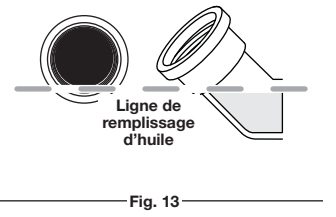

Fig. 13
- Inspectez le trou de remplissage d'huile (utilisez une lampe de poche si nécessaire). L'huile doit toucher le filet le plus profond (Fig. 13).
- Si le niveau d'huile ne touche pas le filet le plus profond du trou de remplissage d'huile, ajoutez un peu d'huile dans le trou de remplissage et contrôlez à nouveau (Fig. 13). Répétez cette procédure jusqu'à ce que le niveau d'huile atteigne le début du filet le plus profond du trou de remplissage d'huile.